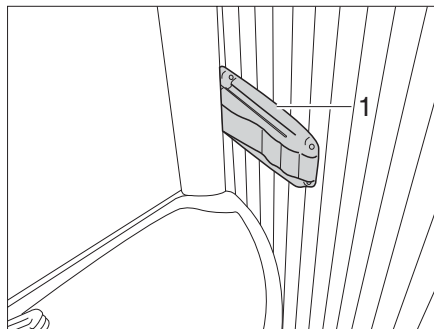

Fig. 293 Inodoro Vario, bloqueo de la pared de la ducha
- Apretar el bloqueo (Fig. 293,1), a la derecha, en el borde del lavabo y tirar levemente del lavabo. El lavabo se mueve con la pared dorsal hacia delante.